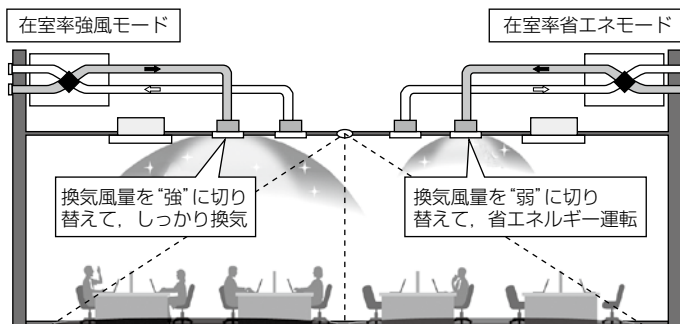

図7. 在室率制御機能 (ロスナイ)
(1) 在室率強風モード(図7)
(2) 在室率省エネモード(図7)